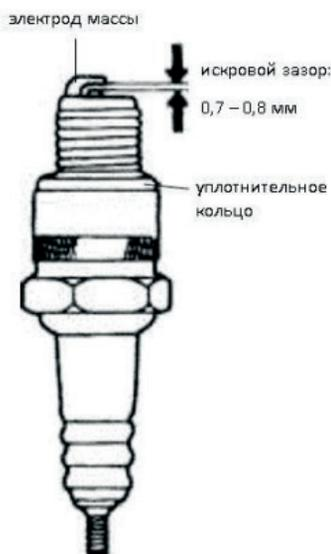

Рис. 26
Для очистки извлеките фильтрующий элемент, (см. рис. 26) снимите наружное поролоновое кольцо и открытой частью элемента вниз, аккуратно постучите по твердой поверхности, для удаления крупных фрагментов скопившейся пыли. Затем струей воздуха в направлении изнутри наружу, продуйте фильтрующий элемент. Воздушный фильтр следует очищать еще чаще, если двигатель работает в очень пыльных условиях.
5. Измерьте расстояние между электродами с помощью круглого щупа. (см. рис. 26).